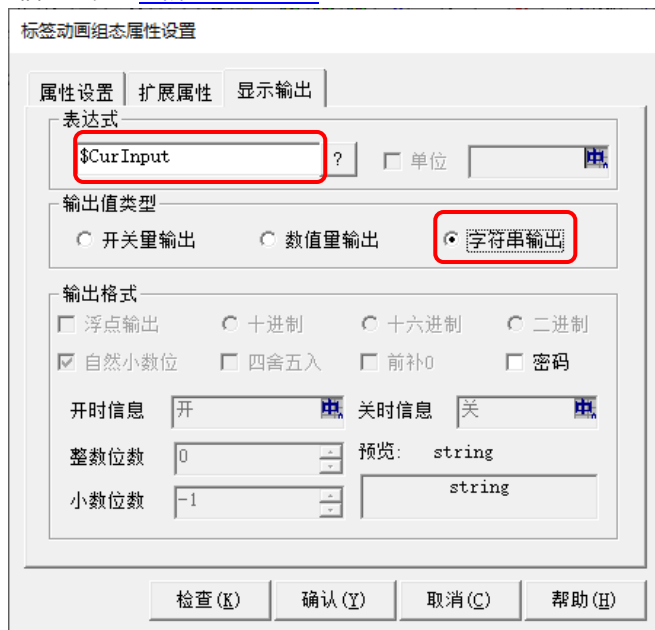

图 2.3-10 系统变量关联
- ② 如图 2.3-10 所示,在【显示输出】→【表达式】，输入系统变量“\$CurInput”，【输出值类型】选择字符串，设置完成后点击【确认】。此时运行工程，通过输入构件激活【数值键盘】窗口，该标签构件将显示：激活的输入键盘输入的当前值。